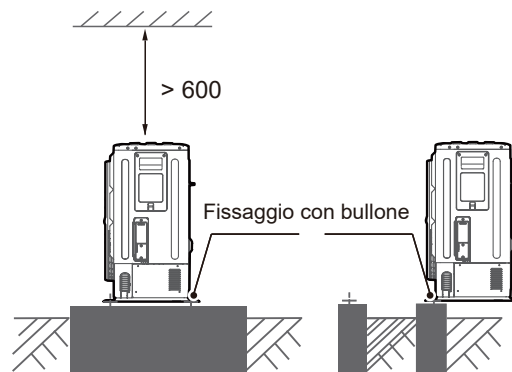

Figura 5-1
- Realizzare le fondamenta in calcestruzzo in base alle specifiche delle unità esterne (cfr. la Figura 5-1).
- Fissare saldamente i piedi di questa unità con dei bulloni per evitare che crolli in caso di terremoto o forte vento (cfr. la Figura 5-1).